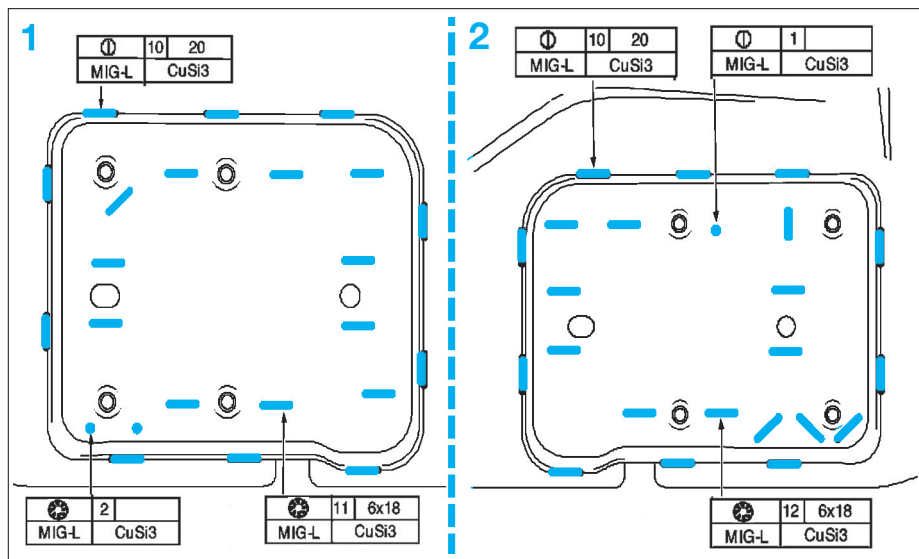

FIG. 102
- Perçer 11 trous oblongs de 6x18 mm et 2 trous de 8 mm dans la plaque d'ancrage gauche (voir soudures **fig. 102**).
- Perçer 12 trous oblongs de 6x18 mm et 1 trou de 8 mm dans la plaque d'ancrage droite (voir soudures **fig. 102**).
- Souder les plaques d'ancrage gauche (1) et droite (2) (**fig. 102**).